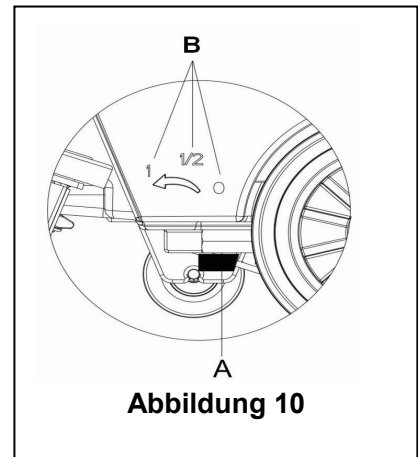

Abbildung 10
Die Regulierung des Kugelventilhebels (A, Abbildung 10) darf nur durchgeführt werden, wenn der Netzschalter (41) auf der Position "O" steht.
- Die Wasserdurchflussmenge kann durch den Kugelventilhebel (A, Abb. 10), entsprechend der Wassermenge, angepasst werden, die zum Scheuern erforderlich ist.
2. Halten Sie den Sicherheitsschalter (1) (wie in Abbildung 10 dargestellt), schieben Sie das Gerät, um es zu bewegen, und beginnen Sie mit der Reinigung.